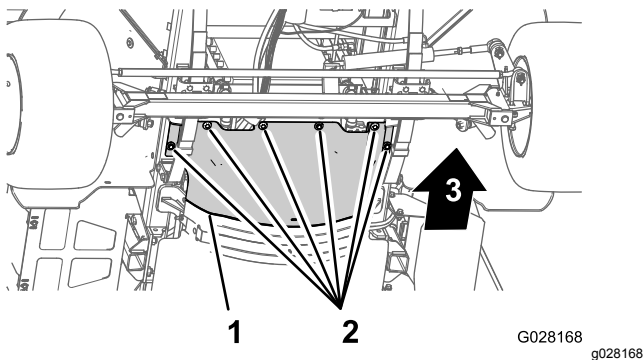

Bild 57
3. Entfernen Sie die sechs Sechskantschrauben und sechs Scheiben, mit denen das vordere Wärmeschutzblech am Chassis befestigt ist, und nehmen Sie das Schutzblech ab (Bild 57).